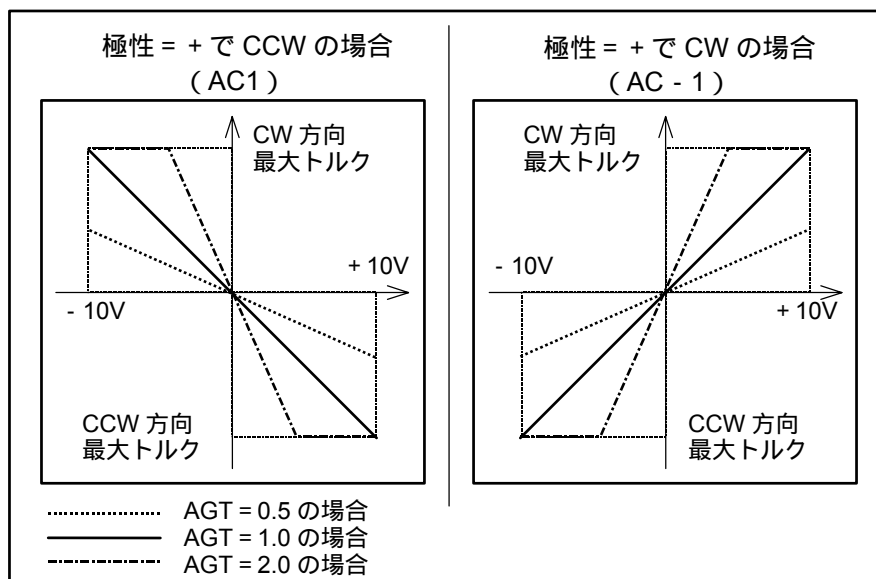

図 6-31：指令電圧と出力トルク
- ◇ 指令電圧とモータ出力トルクの関係は、パラメータ AGT で変更可能です。（図 6-31 参照）